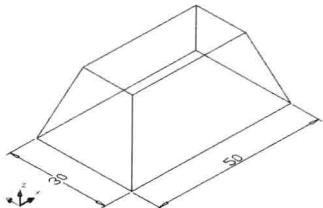

图 8-3-6
- (1) 在“绘图”面板中单击“矩形”按钮 ，单击一点，确定第一个角点 A，输入第二个角点 B 的坐标值 “@50, 30”，按 Enter 键。
- (2) 在“建模”面板中单击“拉伸”按钮 ，命令行提示“选择要拉伸的对象”，单击矩形，按 Enter 键。
- (3) 命令行提示“指定拉伸的高度或 [方向(D)/ 路径(P)/ 倾斜角(T)] <60.0000>”，输入 “t”，按 Enter 键。
- (4) 命令行提示“指定拉伸的倾斜角度<0>”，输入 “20”，按 Enter 键。
- (5) 命令行提示“指定拉伸的高度或 [方向(D)/ 路径(P)/ 倾斜角(T)] <60.0000>”，输入 “20”，按 Enter 键，如图 8-3-6 所示。